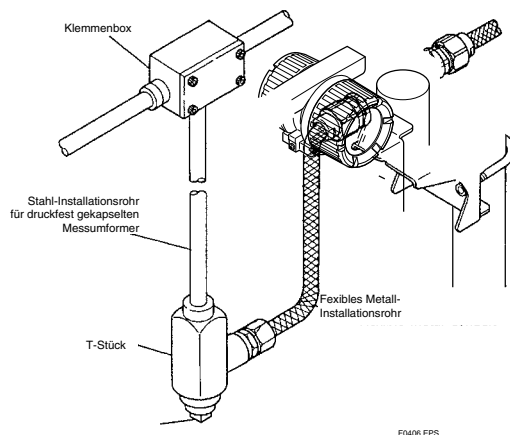

Abb. 3.9
3. Für allgemeine Anwendungen wird die Verwendung von Installationsrohren und Kabelkanälen oder -schächten empfohlen, um das Eindringen von Wasser oder mechanische Schäden zu verhindern. Es können entweder feste Installationsrohre aus Stahl oder flexible Installationsrohre eingesetzt werden. Siehe Abbildung 3.9